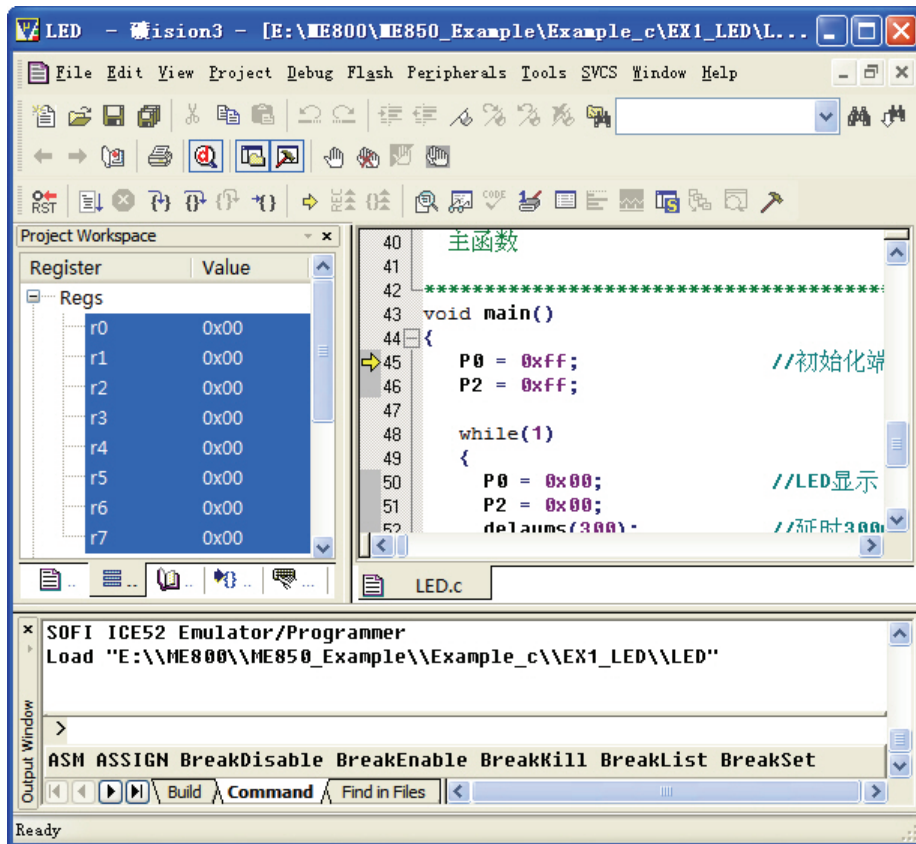

图 3.12 仿真界面
5. 进行完以上设置后，编译该项目，检测编译结果。编译无误后，便可进行仿真功能操作。点击 Keil 的工具栏按钮 ，开始进入仿真状态，Keil 的界面显示如图 3.12 所示。点击 Debug 菜单下的仿真命令或者相应的工具栏按钮，即可进行仿真操作。包括全速运行，单步运行，跨步运行，断点的设置/取消等等。